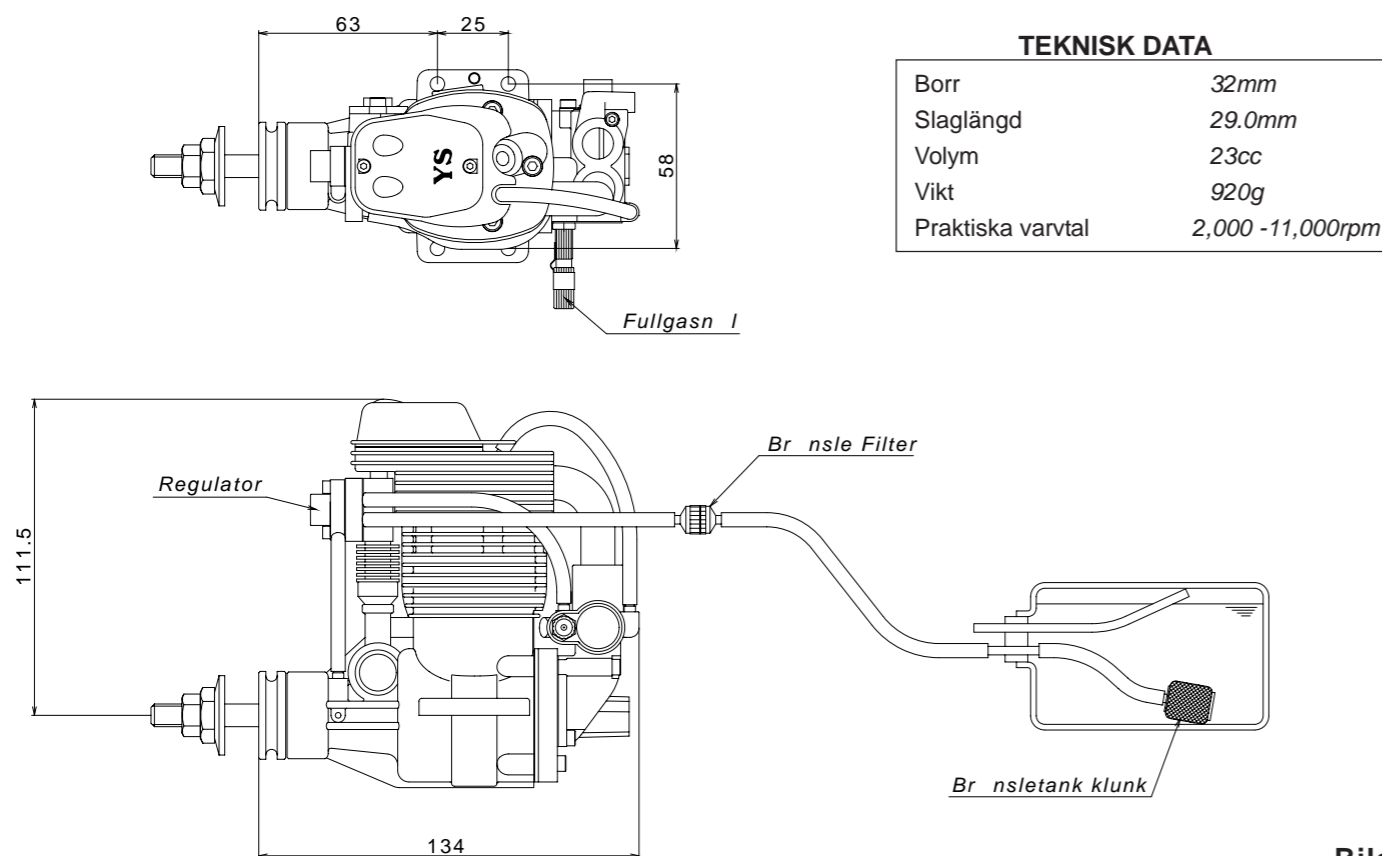

Bild 1
- 1 Anslut motorn till tanken som på bild 1.